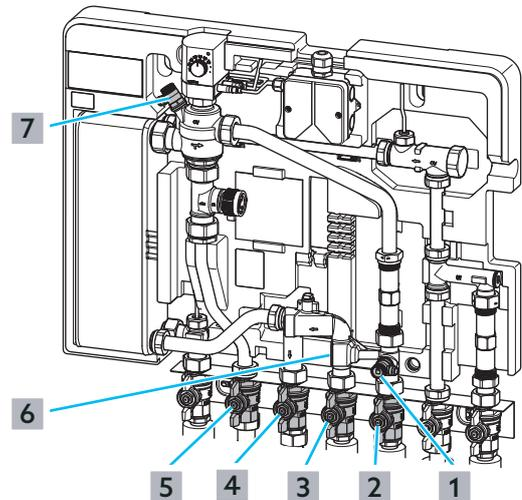

Abb. 23: Station entleeren (Heizungskreis)
- 6 Schrauben Sie das Ventil (4) des Temperaturvorhalte-Regelsets in den Anschluss der Leitung ein.
- 7 Stecken Sie den Indexring (2) so auf das Ventil, dass der Index (3) von vorne gut zu sehen ist.
- 8 Richten Sie die Drehkappe (1) so aus, dass der Index auf 35 °C zeigt und stecken Sie die Drehkappe auf das Ventil.
- 9 Öffnen Sie langsam die Kugelhähne im Heizungs-Rücklauf ((2) in Abb. 23) und im Heizungs-Vorlauf ((3) in Abb. 23).
- 11 Öffnen Sie das Entlüftungsventil ((7) in Abb. 23) etwas.